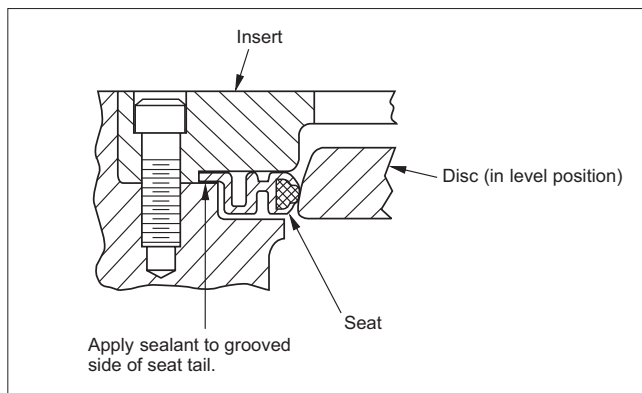

Figura 9.
8. Se requiere un sellante entre la cola del asiento y el cuerpo, como se muestra en la **figura 9**. La válvula usa sellante de pasta de PTFE. Se instala de acuerdo con los siguientes pasos:
9. Verifique que el disco esté en la posición nivelada e instale el asiento (5) y el inserto (2) (**vea la figura 9**).